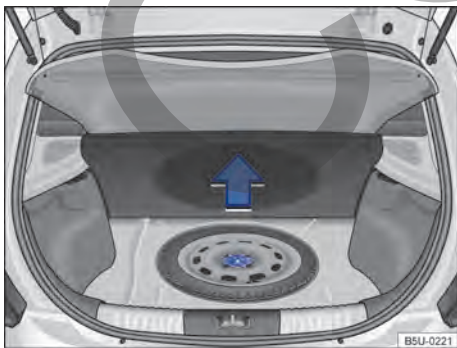

Fig. 144 En el maletero, por debajo del revestimiento del piso: rueda de emergencia y herramientas de a bordo.
Las herramientas de a bordo y la rueda de emergencia están ubicadas en el maletero, debajo de la alfombra → fig. 144.
- Levantar el revestimiento del maletero → fig. 144.